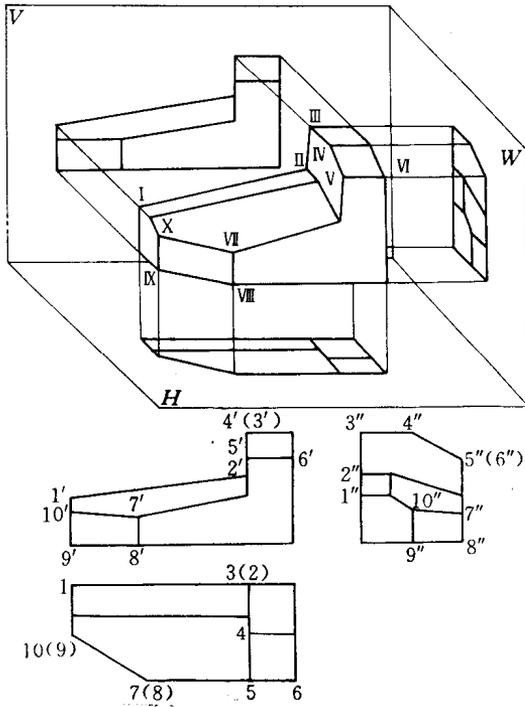

图 1-5 直线在三个投影面中的投影
1) 直线在三个投影面中的投影 见图 1-5。
① 一般位置直线 如 VII X 直线。投影特性是：在三个投影面上的投影均为倾斜的线，且线长小于实长。
② 投影面平行线 分三种：正平线，如 I II 直线；水平线，如 VIII IX 直线；侧平线，如 IV V 直线。投